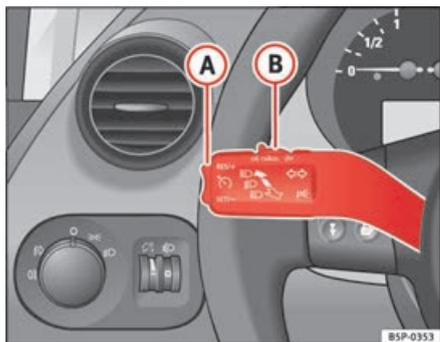

Abb. 149 Blinker- und Fernlichthebel: Schalter und Wippe für die Geschwindigkeitsregelanlage
- Drücken Sie den oberen Teil der Wippe **RES/+** ⇒ Abb. 149 **A**, um die Geschwindigkeit zu erhöhen. Solange Sie die Wippe gedrückt halten, beschleunigt das Fahrzeug. Sobald Sie die Wippe loslassen, wird die neue Geschwindigkeit gespeichert.
Wenn Sie die gespeicherte Geschwindigkeit durch Treten des Bremspedals verringern, ist die Regelung der gespeicherten Geschwindigkeit ausgeschaltet. Sie können durch einmaliges Drücken des oberen Teils der Wippe **RES/+** ⇒ Abb. 149 **A** die Regelung wieder aufnehmen.